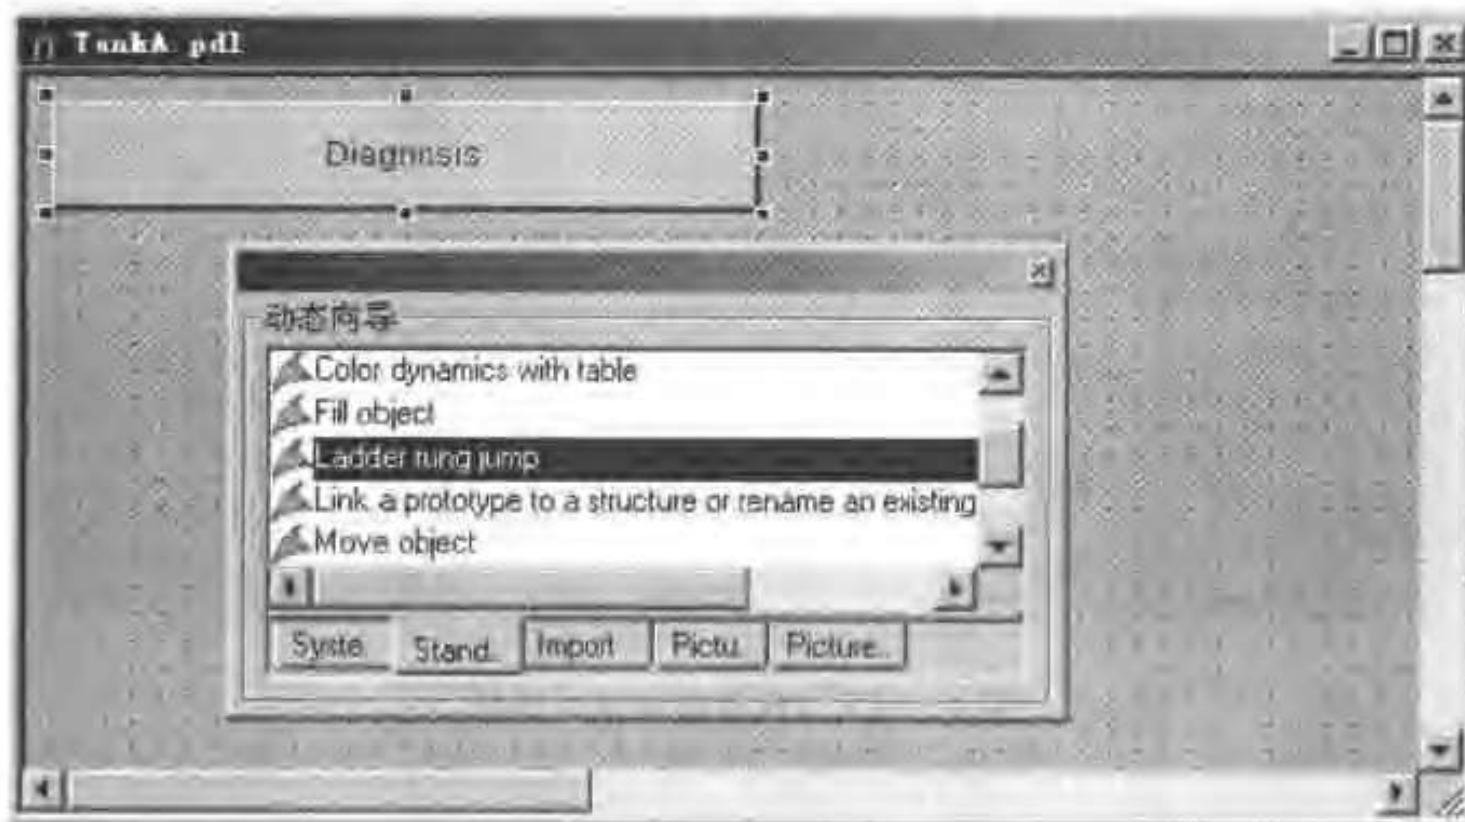

图 13-14 向导选择对话框
- 通过双击打开“标准动态特性”标签上的“网络条目跳转”(Ladder rung jump)向导,如图 13-14 所示。